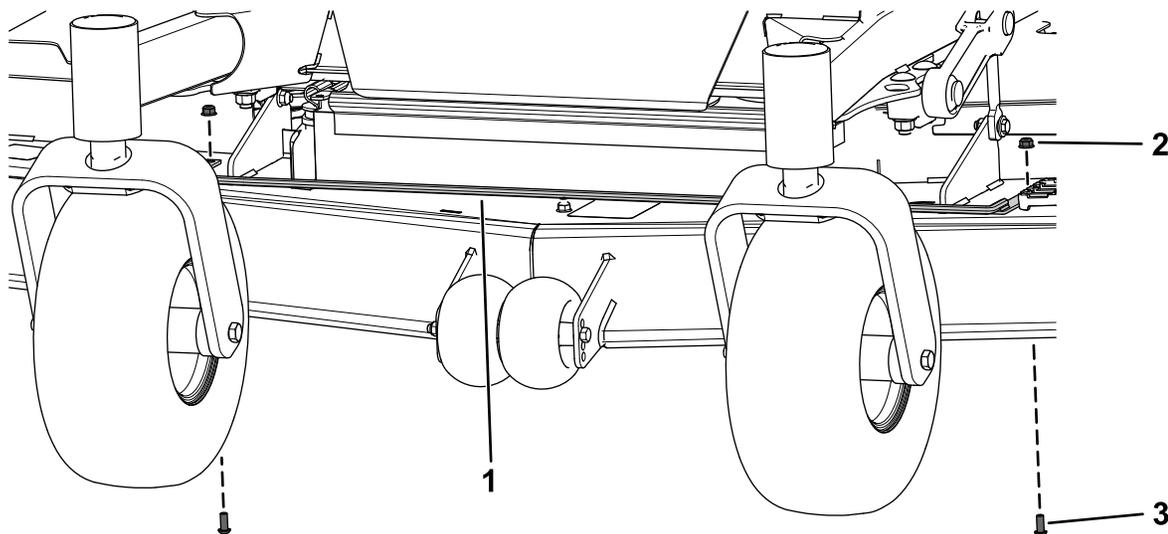

**Figure 14**
2. Retirez les 2 boulons à tête ronde (5/16" x 3/4") et les 2 écrou à embase (5/16") de l'avant du plateau de coupe (Figure 14).